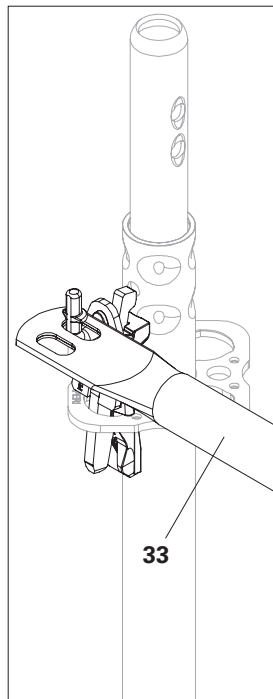

Fig. A11.03b
2. Agganciare i correnti parapetto EPG (**33**) e i correnti intermedi ai ganci per parapetto. (Fig. A11.03b + A11.03c)